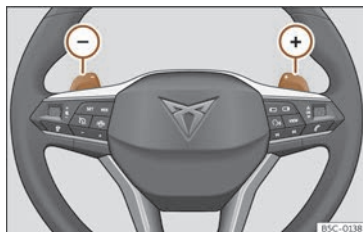

Fig. 116 Volante: pancas para cambio automático.
- Prema a leva de cambio (+) para inserir unha marcha superior >>> **fig. 116**.